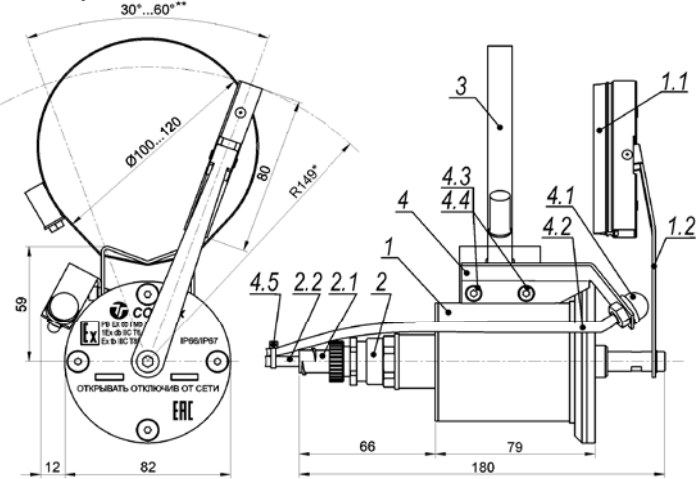

Рис.1 Состав и габаритные размеры CO-1 Ex и омывателя
| 7. Габаритные размеры | см. рис.1 |
7. Габаритные размеры см. рис.1 и 2
1. Стеклоочиститель CO-1 Ex (см. рис.1)